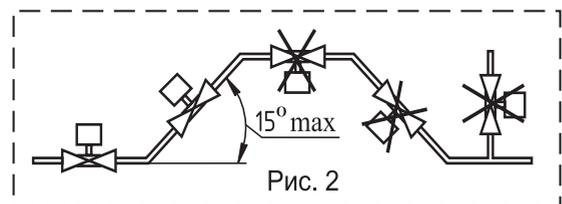

Рис. 2
4.2.5 Произведите монтаж клапана на трубопроводе в соответствии с рекомендацией по расположению клапана на трубопроводе (рис. 2). Отклонение катушки от вертикального положения допускается не более 15°.